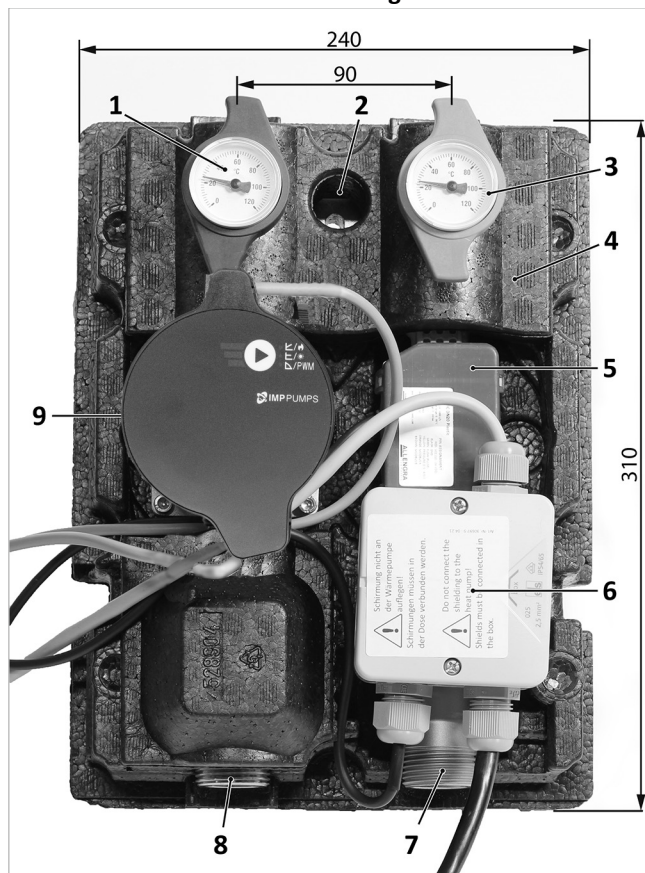

Abb. 1: Pufferladestation PLAS-WP-WM-1
1. Die Station an die Wand halten und die Markierung für die Bohrung anzeichnen. (siehe → S. 5, Abb. 1 (2)).